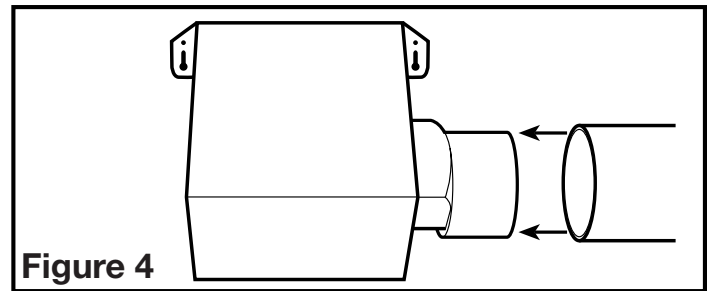

Figure 4
1. Raccorder le conduit au collet de conduit du ventilateur (**Figure 4**). Fixer en place à l'aide de ruban ou de serre-joint. Toujours évacuer le ventilateur vers l'extérieur au travers de chapeau mural ou de toit.